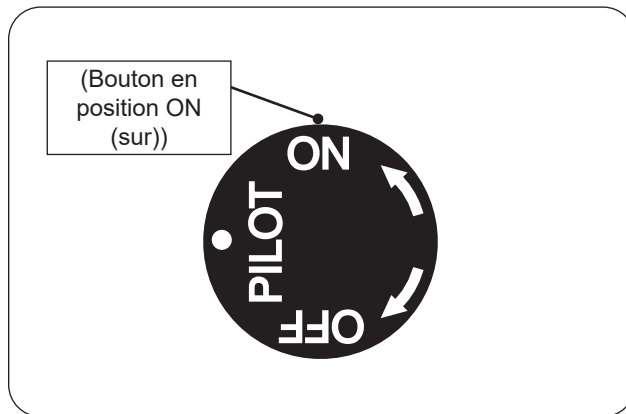

Fig. 66-1 Éclairage manuel
1. Assurez-vous que la veilleuse brûle. Tournez le bouton de commande du gaz dans le sens antihoraire sur ON (sur) pour allumer le brûleur (Fig. 66-1). La valve s'ouvrira et le brûleur s'allumera.